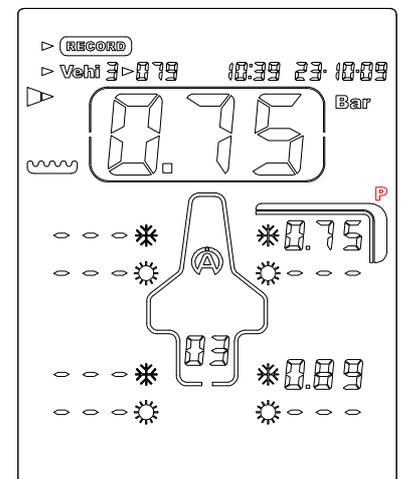

Abbildung 6
- 8) Drücken Sie die mittlere Taste , um die gemessene Temperatur zu speichern und gehen Sie mit dem Tyrecontrol weiter zum nächsten Messpunkt (*Abbildung 6*).